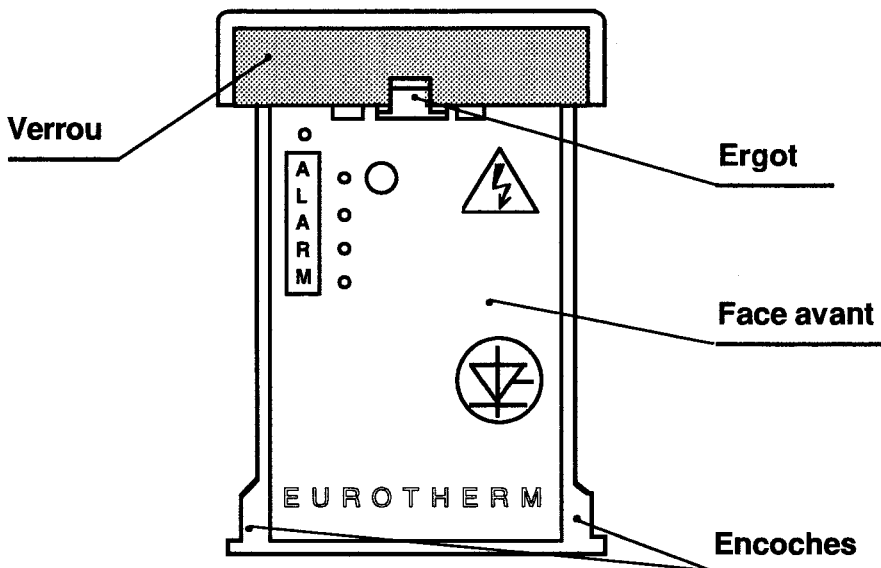

Figure 2.5. Face avant
- a. Insérer un tournevis fin et pousser l'ergot interne (voir fig 2.5).
- a. Insérer à fond les encoches de la face avant dans les rainures latérales du radiateur (voir fig.2.5).
- Enlever la face avant (voir fig.2.5)